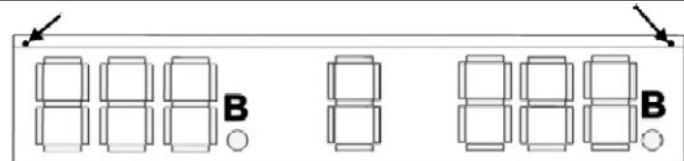

Abb. 8.1: Befestigungsschrauben des Frontpaneels
2. Von dem Modul, an dem sich die zu ersetzenende Platine befindet, die beiden Befestigungsschrauben des transparenten Frontpaneels mit einem Kreuzschraubenzieher abschrauben (Abb.8.1, 8.2-1). Vom Modul der Mannschaftsnamen die oberen Schrauben des Befestigungsprofils des Frontpaneels abschrauben.